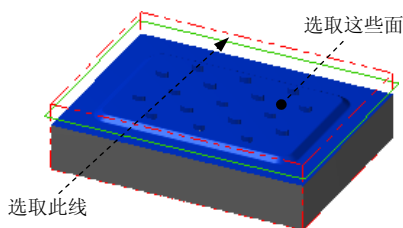

图 25.11 选取加工面
(1) 选取加工面。在图形区中选取图 25.11 所示的面（共 60 个面），然后按 Enter 键，系统弹出“刀具路径的曲面选取”对话框。
(2) 设置加工边界。在 **边界范围** 区域中单击  按钮，系统弹出“串连选项”对话框。在图形区中选取图 25.11 所绘制的边线。单击  按钮，系统返回至“刀具路径的曲面选取”对话框。
(3) 单击  按钮，完成加工区域的设置，同时系统弹出“曲面粗加工挖槽”对话框。